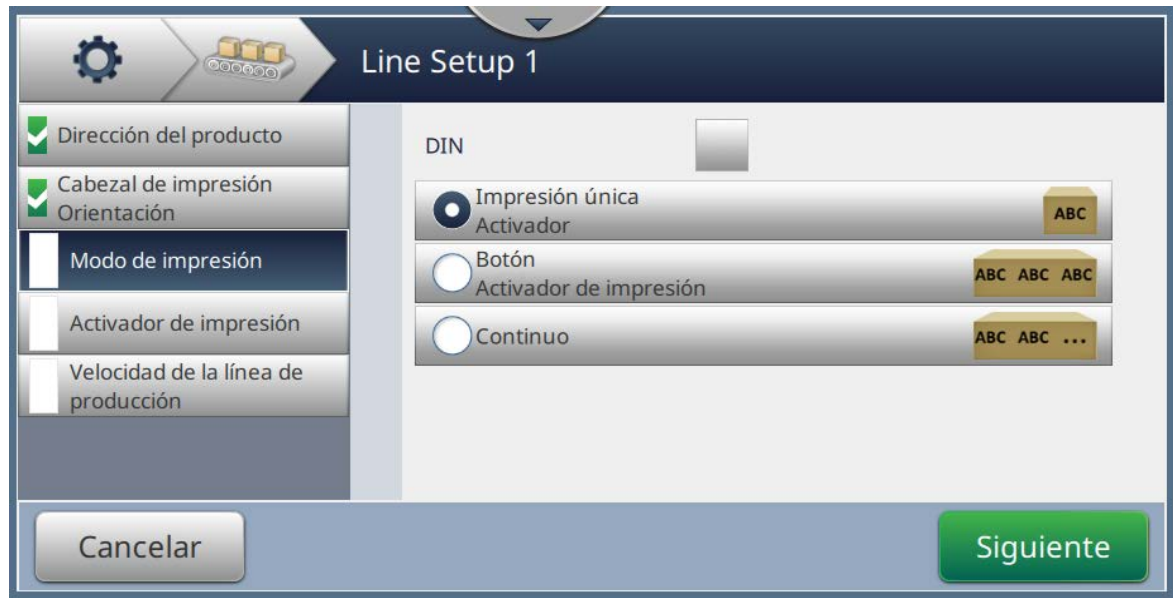

Figura 6-31: Configuración de línea: Modo de impresión
1. Pulse *Modo de impresión* en la pantalla de Configuración de línea, como se muestra en la Figura 6-31.
1. Seleccione esta opción, como se muestra en la Figura 6-31, y pulse el botón .
1. Seleccione la opción *Continuo*, como se muestra en la Figura 6-31 en la página 6-55, y pulse el botón .